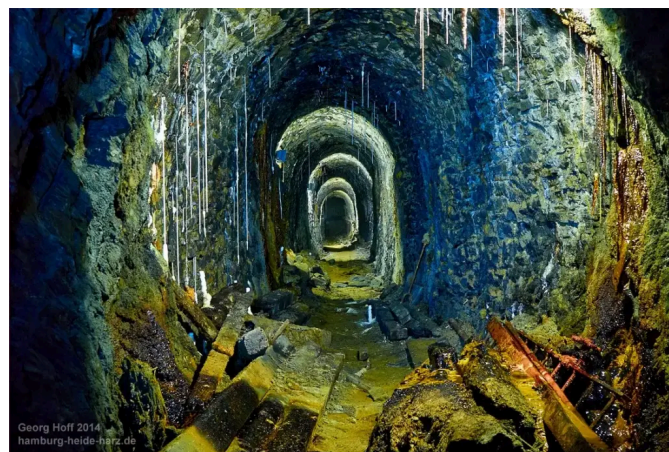

Abb. 2: Röderstollen. Heute UN Weltkulturerbe. ²
- 1 **Beschreiben** Sie, was auf dem Foto in **Abb. 2** zu sehen ist. Stellen Sie mit Hilfe von **Galerie 1** Vermutungen auf, welche Stoffe in **Abb. 2** abgebildet sind.
- 2 **Benennen** Sie explizit das Besondere an der Leiter in der Aufnahme in **Abb. 2**. **Erklären** Sie basierend auf ihrem Vorwissen aus der Sekundarstufe 1, wie diese Besonderheit wahrscheinlich zustande kam. Nutzen Sie die Anregungen auf Teilchenebene in **M 2**.